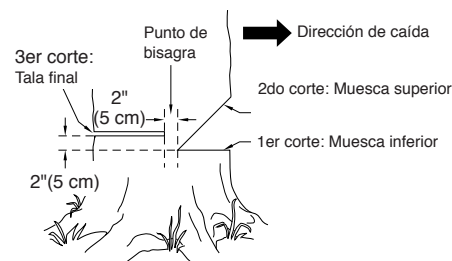

Figura 12 - Tala de un árbol
La preparación correcta de una muesca determinará la dirección en que caerá el árbol. Corte la muesca del lado del árbol correspondiente a la dirección en la cual desea que éste caiga (vea la Figura 12). Siga las instrucciones a continuación para cortar la muesca.
1. Haga el corte inferior de la muesca tan cerca del suelo como sea posible. Sujete la sierra de modo que la barra de guía se encuentre en posición horizontal. Corte a través del tronco del árbol hasta atravesar 1/3 de su diámetro (vea la Figura 12). **Nota:** Haga siempre este corte inferior horizontal en primer lugar. Si lo hace en segundo lugar, el árbol puede presionar la cadena o la barra de guía.
Por ejemplo: Si el corte inferior tiene una profundidad de 20 cm, comience el corte superior 20 cm por encima de aquél. Corte en dirección hacia abajo y a un ángulo de 45°. El corte superior de la muesca debe llegar y unirse al punto final del corte inferior (vea la Figura 12).
1. Haga el corte de tala final 5 cm por encima del corte inferior de la muesca y sobre el lado opuesto del árbol (vea la Figura 12). Mantenga el corte de tala final paralelo al corte inferior de la muesca.
⚠ ADVERTENCIA: No atraviese el árbol completamente. Deje alrededor de cinco centímetros de diámetro sin cortar, directamente detrás de la muesca (vea la Figura 12). Esta porción sin cortar funciona a manera de bisagra. La bisagra ayuda a evitar que el árbol se tuerza y caiga en la dirección equivocada.